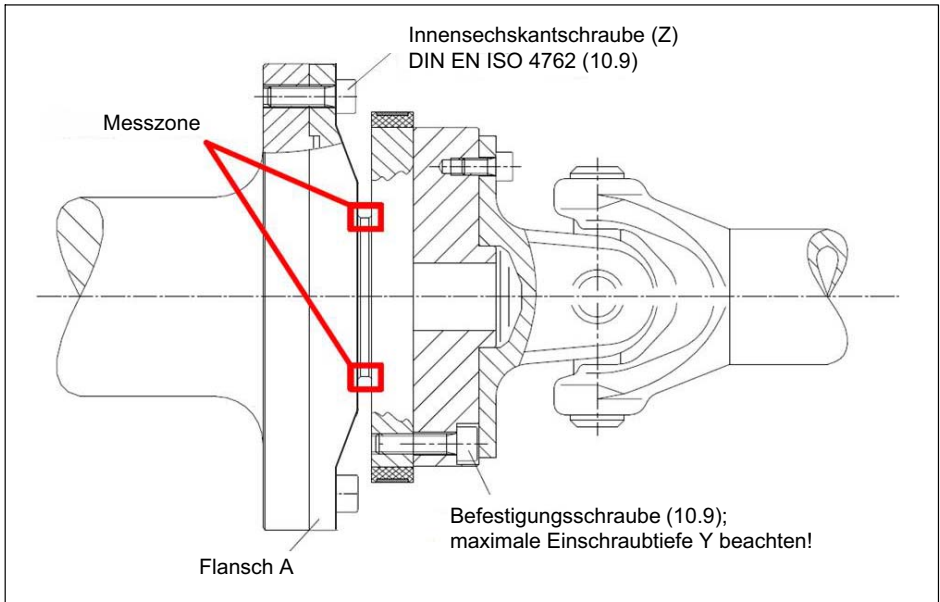

Abb. 5.4 Verschraubung des Rotors
*Achten Sie darauf, dass während der Montage die in Abb. 5.4 markierte Messzone nicht beschädigt wird, z. B. durch Abstützen oder Anschlagen von Werkzeugen beim Anziehen der Schrauben. Dies kann den Aufnehmer beschädigen und damit zu Fehlmessungen führen oder sogar zerstören.*
2. Verwenden Sie für die Verschraubung des Flanschs A (siehe Abb. 5.4) Innensechskantschrauben *DIN EN ISO 4762* der Festigkeitsklasse 10.9 in geeigneter Länge (abhängig von der Anschlussgeometrie, siehe Tab. 5.1 auf Seite 27).